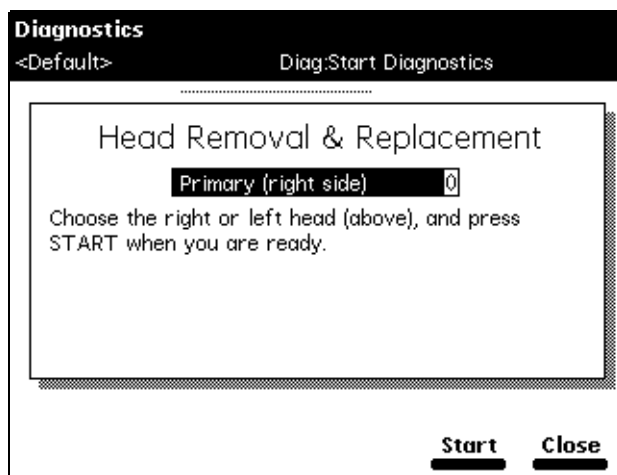

图 8-14 泵头移除和替换屏幕
1. 选择 Other Diagnostics（其它诊断）屏幕中的 **Head removal & replacement（泵头移除和替换）**，然后按 **OK（确定）** 屏幕键。出现 Head Removal & Replacement（泵头移除和替换）屏幕（图 8-14）。